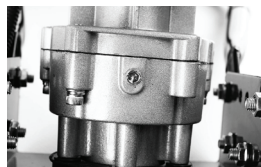

Рисунок 2
1. Выкрутите болт (А) под блоком редуктора и проверьте наличие смазки (Рис. 2). При необходимости добавьте 50-100 г универсальной смазки.